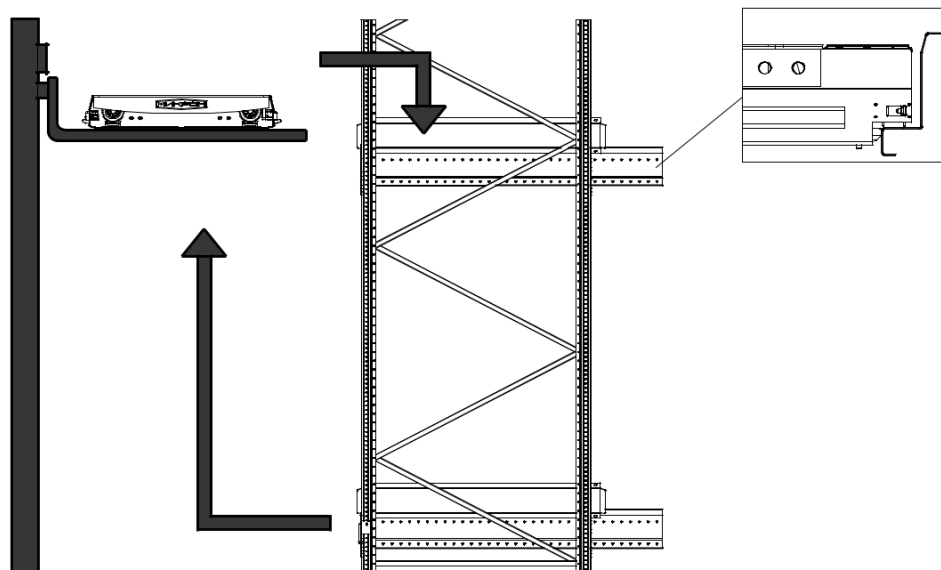

Рисунок 15 - Перемещение шаттла с яруса на ярус
- ▶ Шаттл переставляется с яруса на ярус погрузочной техникой (рис. 15).